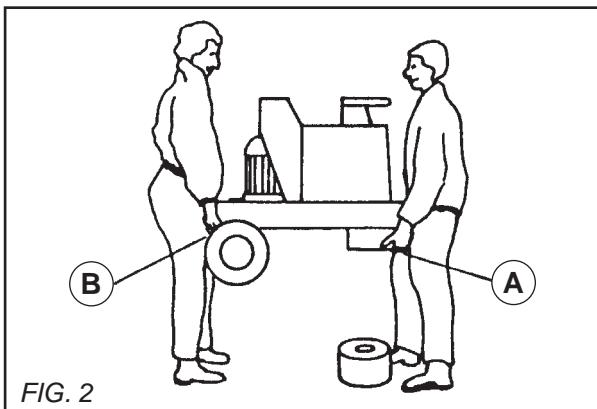

FIG. 2
- Händer ska placeras på det främre navet (A) och på baksidan av maskinen (B). Medan detta sker ska plattan lämnas på golvet (se FIG. 2).